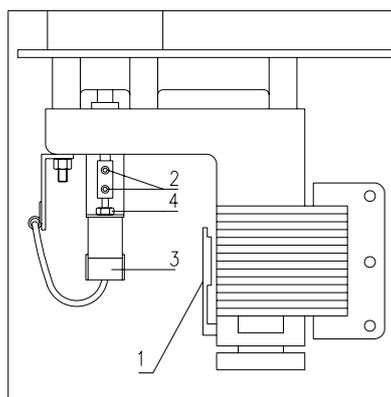

FIG. 19
1. Girare l'albero del motoriduttore fino a portare i due grani pos. 2 FIG. 19 in posizione tale da permettere l'inserimento della chiave, per potere ruotare l'albero è necessario premere la frizione pos. 1;
2. Svitare i due grani pos. 2;
3. Svitare il dado di fissaggio dell'encoder pos. 4 e dopo avere tolto il connettore elettrico pos. 3 rimuovere l'encoder;